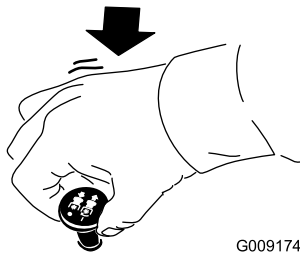

Figura 18
1. Desengrane las cuchillas moviendo el mando de control de las cuchillas a la posición de **DESENGRANADO** (Figura 18).